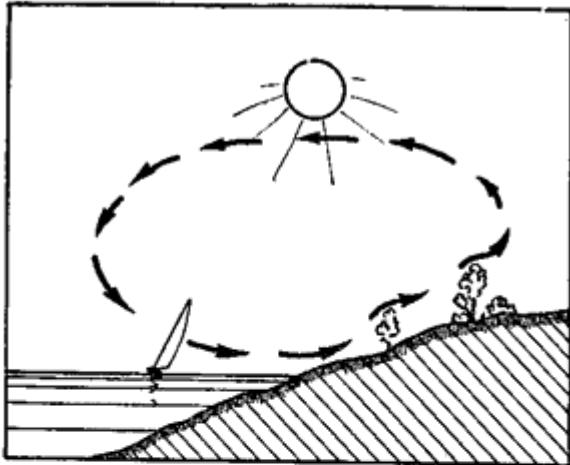

Рис. 88. Схема дневного и ночного бризов
**Бризы** — ветры, дующие на морских (озерных) побережьях. Они меняют направление два раза в сутки: днем с 9—10 часов утра по местному времени бриз дует с воды на сушу; после захода солнца начинается ночной бриз — с суши на воду (**рис. 88**). Бризы в умеренных широтах наблюдаются больше в первой половине лета.